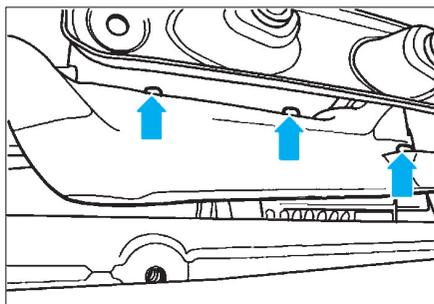

FIG. 10
- Déposer les vis (5) de fixation du berceau.
- Déposer la tôle calorifuge située au-dessus du boîtier de direction (flèches) (Fig.10).